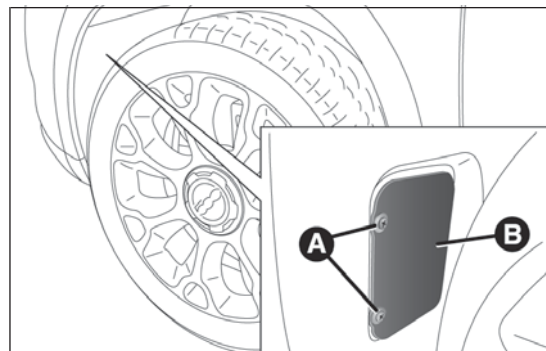

fig. 180
- ☐ aflojar los tornillos A fig. 180 y retirar la tapa B;